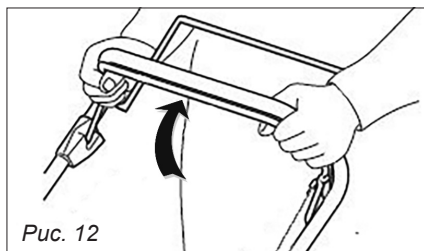

Рис. 12
2. Выжмите и удерживайте рукоятку остановки двигателя (рис. 12).